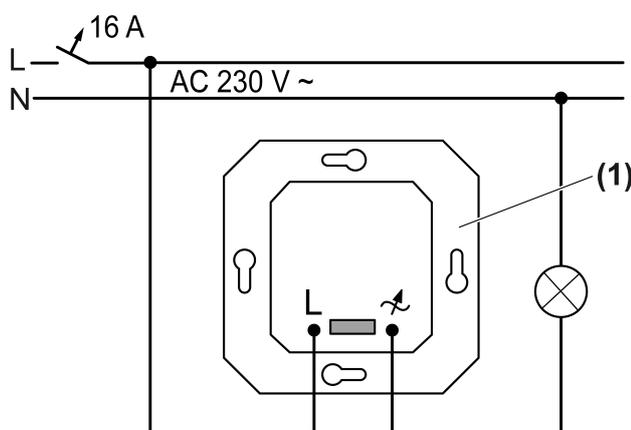

Figura 3: Schema di collegamento
- Collegare il variatore di luce (1) come da schema di collegamento (Figura 3).